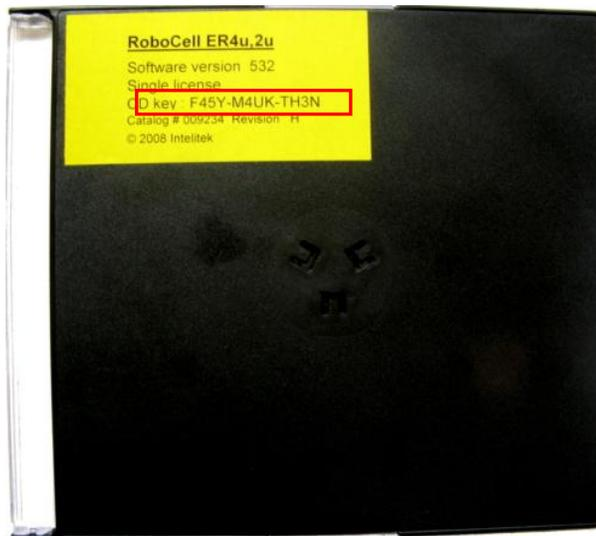

Figura 11-3: Clave de CD
1. En el cuadro de diálogo Intelitek Software License (Licencia de Software de Intelitek), seleccione Online (En línea). Escriba su clave de CD en los campos apropiados. La clave del CD puede encontrarse en la parte posterior de la caja del CD (Consulte la Figura 11-3). Le fue también enviada a su casilla de correo electrónico o a la de su representante de equipo (para los equipos FIRST).
1. En el cuadro de diálogo Intelitek Software License (Licencia de Software de Intelitek), seleccione E-mail como preferencia de registro. Escriba su clave de CD en el campo a continuación. Su clave de CD debería encontrarse en la parte posterior de la caja del CD (Consulte la Figura 11-3) y le fue enviada a su casilla de correo electrónico o a la de su representante de equipo (para los equipos FIRST).